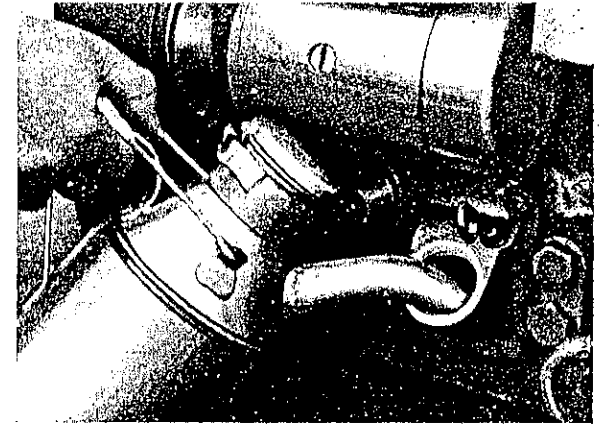

Abb. 1
U) Motor: Ölstand überprüfen, gegebenenfalls Deckel am Öleinfüllstutzen abnehmen und HD-Öl mit folgenden Eigenschaften und Viskositäten einfüllen (Abb. 1):